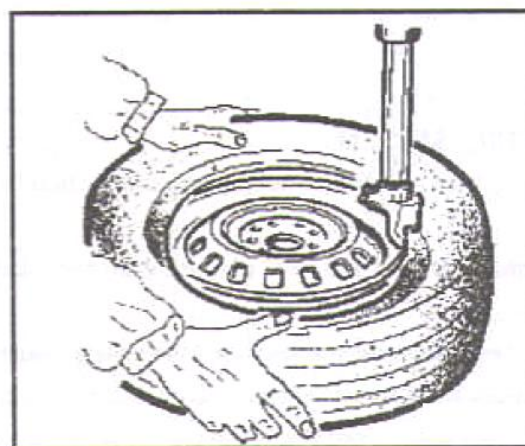

Рис. 19
Нажмите рукой на шину, заведите ее в обод колеса, нажмите на педаль (Z), поворачивая стол по часовой стрелке. Выполните операцию по всей окружности колеса (рис. 19).